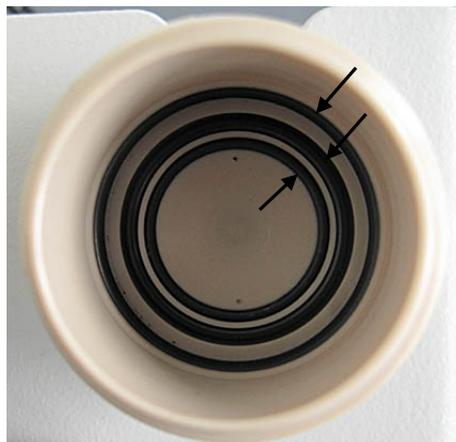

Abb. 18: O-Ringe in der pH-Messzelle
1. Lösen Sie die Überwurfmutter der Dummy-Elektrode und entfernen Sie die Dummy-Elektrode aus der Messzelle. Prüfen Sie dabei, dass sich die O-Ringe (→ Abb. 18) nicht gelöst haben und drücken Sie diese ggf. (mit Handschuhen) wieder in die vorgesehenen Nuten. (Ein Satz passender O-Ringe ist unter Best-Nr. 6082.2035 erhältlich.)